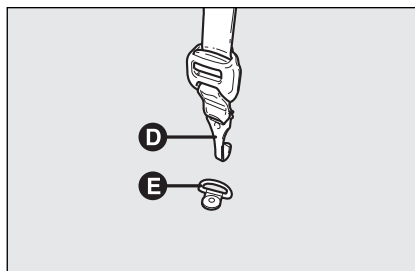

fig. 18
- ☐ para as cadeirinhas na posição de frente marcha, enganche a correia superior **D-fig. 18** (disponível no bolso superior da cadeirinha) no anel **E** situado na bagageira;